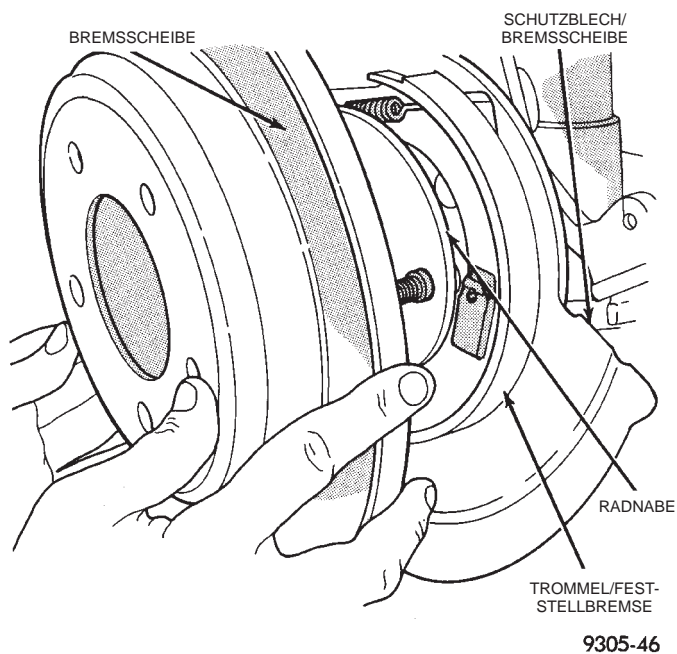

Abb. 46 Ein- und Ausbau der hinteren Bremsscheibe
(6) Bremsscheibe der hinteren Bremse von den Stehbolzen der Radnabe in gerader Richtung abziehen (Abb. 46).
(1) Den Bremssattelkolben vollständig in die Kolbenbohrung des Bremssattels zurückziehen.
(2) Beide Widerlager am Adapter großzügig mit Mopar®-Mehrzweckschmiermittel oder einem gleichwertigen Produkt schmieren.
(3) Hintere Brems Scheibe an der Radnabe montieren und dabei darauf achten, dass sie plan auf der Stirnseite der Nabe aufliegt (Abb. 46).